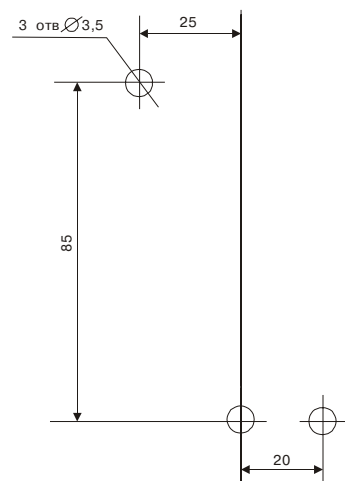

Рис.13
- произведите разметку согласно рис.13;